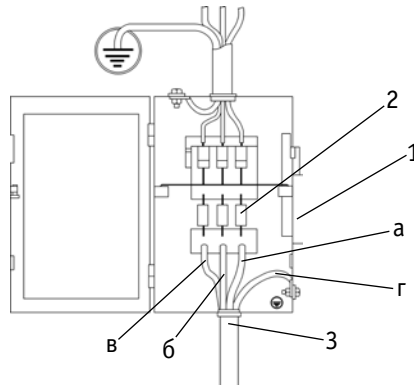

Рис. 8.2. Схема подключения к сети.
**1.** Подсоедините сетевой кабель к электросети с требуемыми параметрами. Проверьте надежность соединения кабеля и сетевой розетки (См. рис. 8.2).
1. Подключите аппарат к электрической сети (См. рис. 8.2).